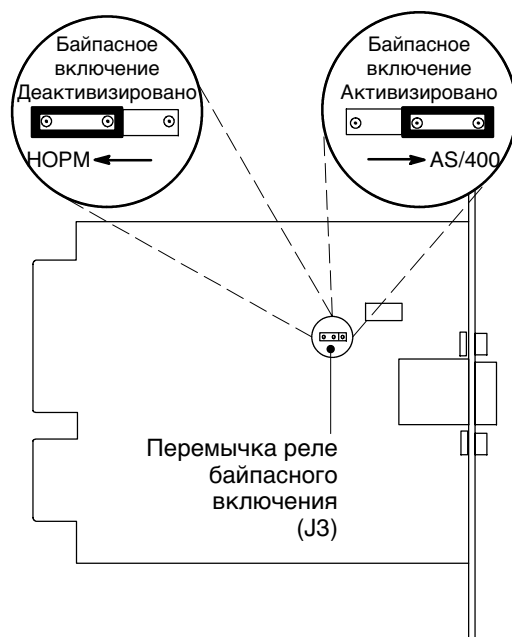

Рисунок 22. Переключка реле байпасного включения
2. Сдвиньте переключку J3 в положение AS/400, чтобы активизировать реле байпасного включения (см. Рисунок 22).